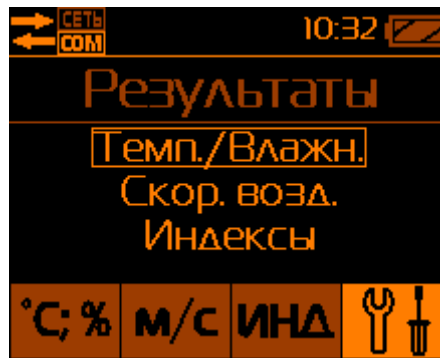

Рис.24 – Выбор типа результатов записанных в память БОИ-01 для просмотра
2.7.1. **Просмотр результатов измерений, хранящихся в памяти блока отображения информации** осуществляется выбором пункта меню «Результаты» в меню Настроек, внутри которого с помощью кнопок «▲» или «▼» осуществляется выбор для просмотра записанных в память прибора значений температуры/влажности, или скорости воздуха, или дополнительных климатических параметров (пункт «Индексы») (см. пп. 2.4.5, 2.5.1 и 2.6, Рис.24).